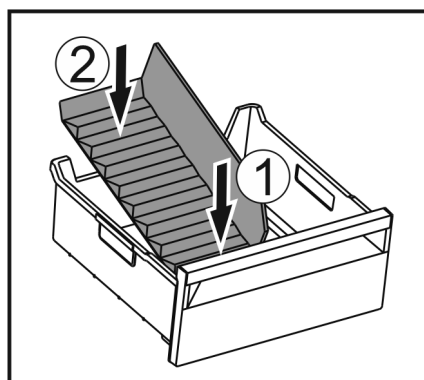

Fig. 146
- ▶ Вставити передню частину перегородки відділення для льоду. Fig. 146 (1)
- ▶ Опустити задню частину перегородки відділення до дна ящика для кубиків льоду. Fig. 146 (2)